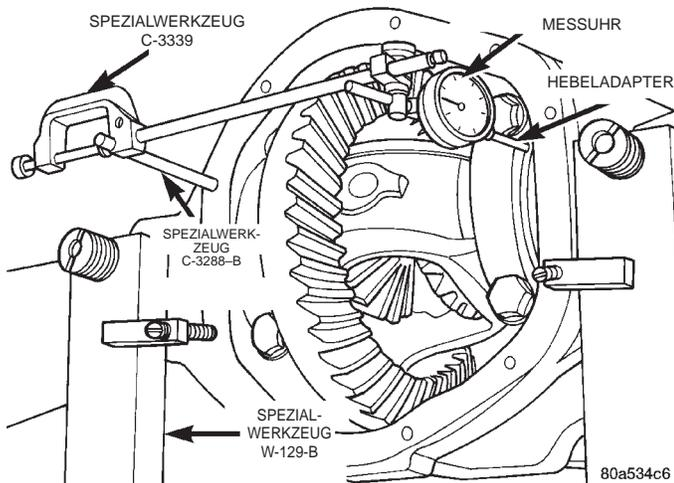

Abb. 25 Meßuhr anbauen
liegenden Seite des Gehäuses anliegt (Abb. 25) und die Meßuhr auf Null stellen.
(2) Eine Stange C-3288-B auf der linken Seite des Differentialgehäuses anbauen und die Meßuhr C-3339 an der Stange befestigen. Die Meßuhr so positionieren, daß der Meßtaster an der gegenüberliegenden Seite des Gehäuses anliegt (Abb. 25) und die Meßuhr auf Null stellen.